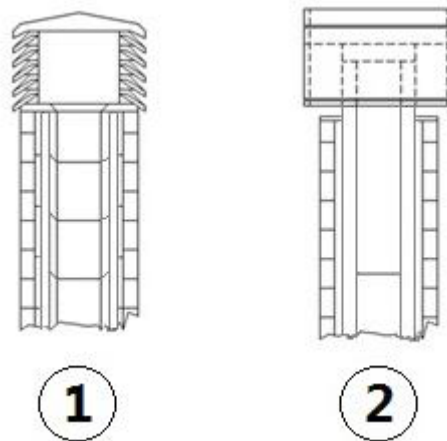

Fig. 4 - Cheminée anti vent
- Il est conseillé de choisir une cheminée de type anti vent, voir **Fig. 4 à page 44**.
- Conduit de fumées extérieur réalisé exclusivement avec des tuyaux en inox isolés, c'est-à-dire avec une double paroi d'un diamètre minimum de Ø150 mm: l'ensemble doit bien être fixé au mur. Avec cheminée anti-vent (voir Fig. 4 à page 44).